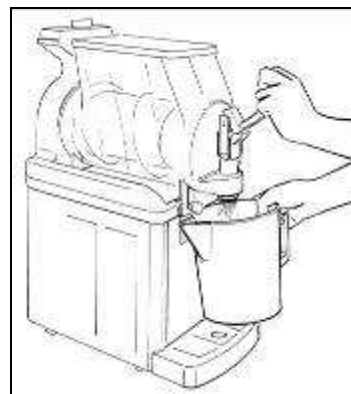

Abb. 13
- Die Maschine im Spülbetrieb einige Minuten laufen lassen, dann den Behälter entleeren und diesen Vorgang so lange wiederholen, bis das Spülwasser klar bleibt (Abb.13).